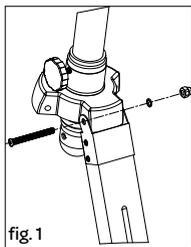

fig. 1
1. Chaque pied en bois du support dispose d'une vis avec un écrou papillon. Utilisez un tournevis pour fixer les pieds en bois sur le support. Placez une longue vis dans les connecteurs métalliques et serrez-la avec un écrou papillon. Effectuez cette opération pour les trois pieds en bois - fig. 1.